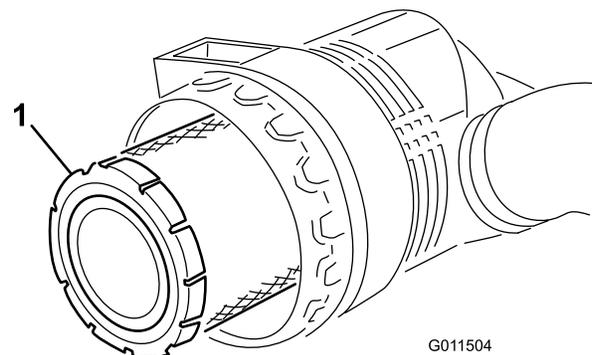

Figure 51
2. Avant d'enlever le filtre (Figure 51), utilisez de l'air comprimé à basse pression (276 kPa [40 psi]) propre et sec pour éliminer toute accumulation importante de débris entre l'extérieur de l'élément principal et la cartouche. N'utilisez pas d'air sous haute pression car il pourrait forcer les impuretés à travers l'élément principal et dans la zone d'admission. Cette procédure de nettoyage évite que des débris n'aboutissent dans l'admission lors du retrait de l'élément principal.